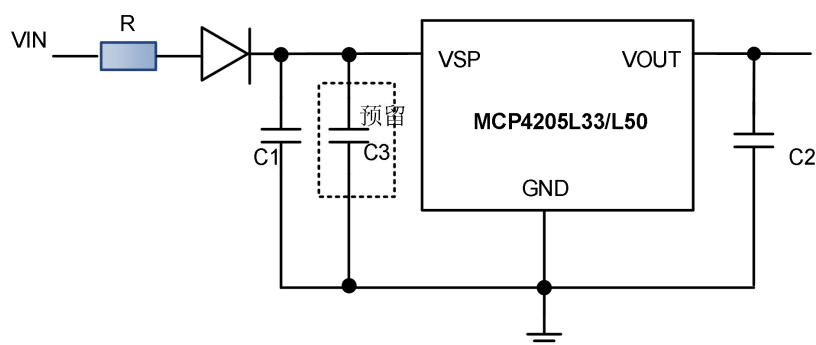

图 6-1 MCP4205L33/L50 应用电路
2) 图 6-1 给出了一种典型应用电路。为了确保控制环稳定，MCP4205 输出端需要一个容值至少 1 μ F、ESR 最大 4R 的输出电容，其中钽电容和多层陶瓷电容都合适。
4) 为了缓冲电源线影响，可在图 6-1 所示的应用电路中的输入端增加了一个 470 μ F 的电解电容 C3。特别是器件由几米长的电源线供电，则推荐增加该电容。